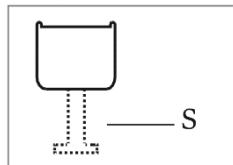

Fig.13
- Når du er ferdig, og hvis du er fornøyd med monteringen av apparatet i skapet, bøyer og kniper du av delene av de hvite avstandsstykkene som er merket med 'S', som vist med den stiplete linjen i fig. 13. La resten av avstandstykket dekke over metallplatene.